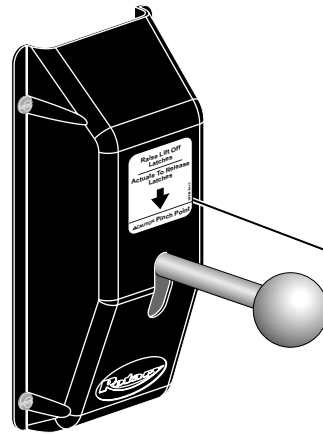

Fig. 44
33. Décalcomanie pour le déblocage des ponts éleveurs de la série M : Appliquer le décalcomanie de déblocage sur le recouvrement au-dessus de la poignée de déblocage, fig. 44.